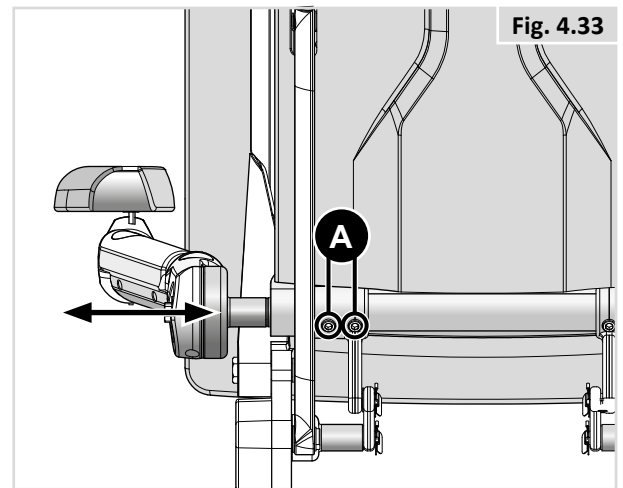

Fig. 4.33
- Afloje los cuatro tornillos (con una llave Allen de 5,0 mm) ubicados en el tubo transversal, tal como se muestra en la (Fig. 4.33 - A).